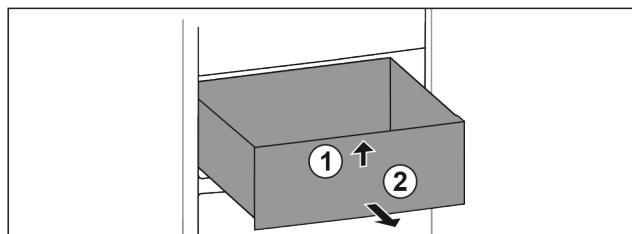

Fig. 57
- ▶ 抬起抽屉前部。Fig. 57 (1)
- ▶ 朝前取出抽屉。Fig. 57 (2)